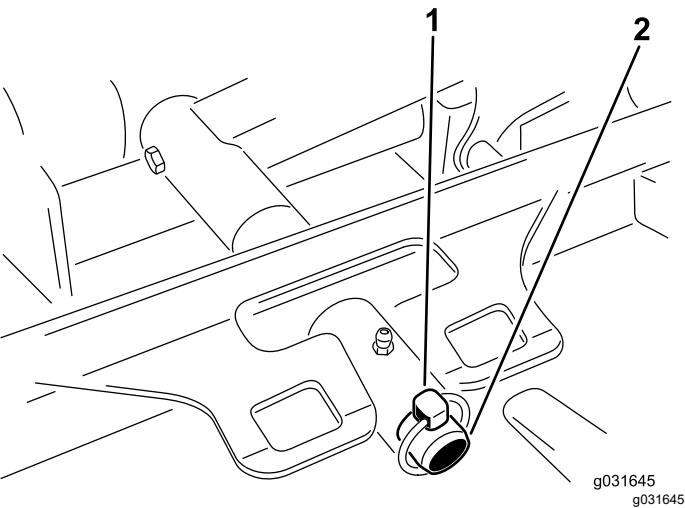

图 69
- 3. 卸下将滚刀组承载架固定至提升臂枢轴销的保险销或锁紧螺母 图 69。
3. 将滚刀组承载架滑到提升臂枢轴销上并用保险销或锁紧螺母固定 图 69。